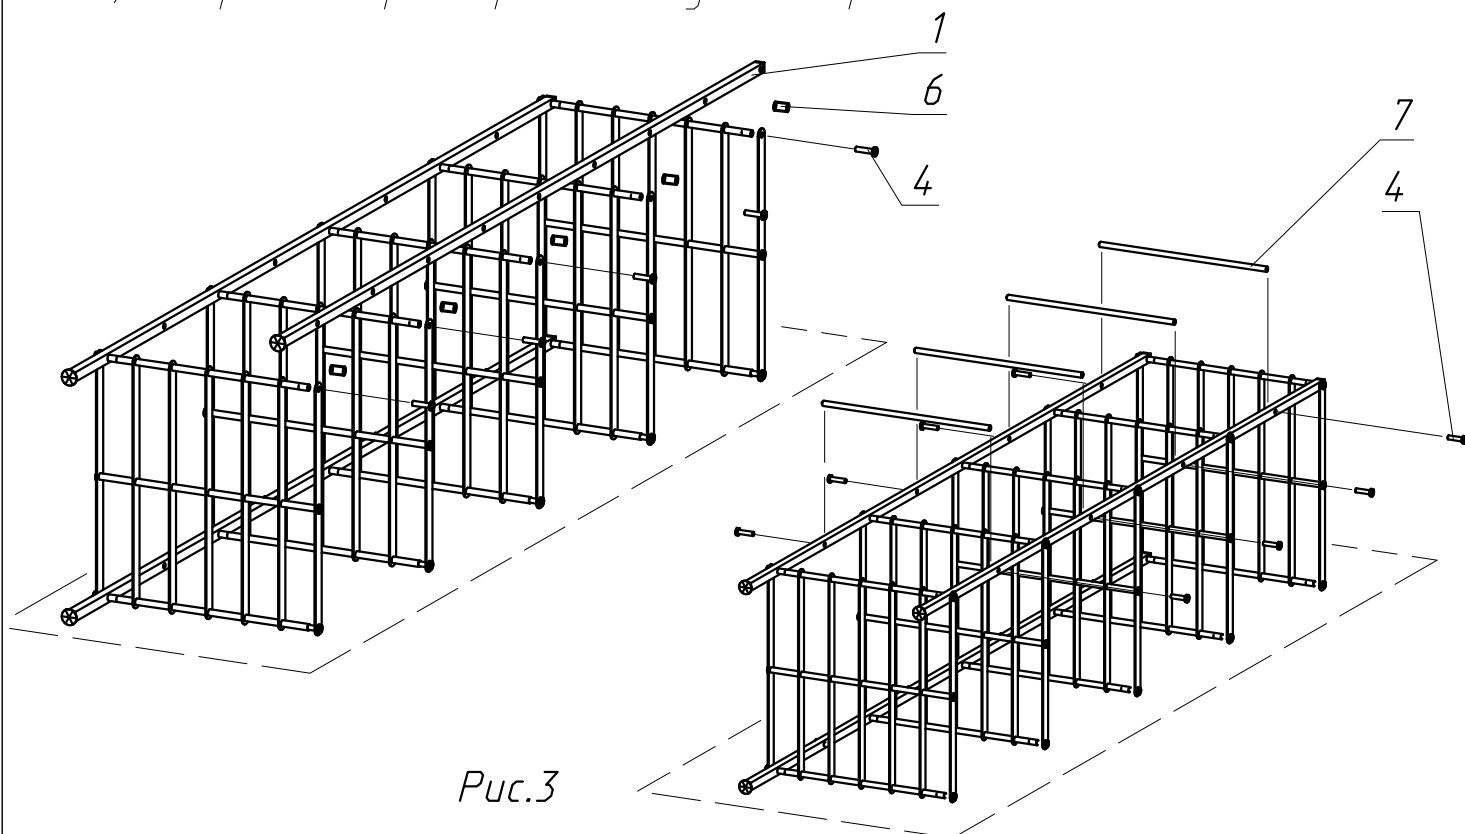

Рис.3
8) Перевернуть собранную часть изделия на бок Рис.3